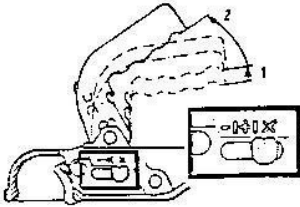

Fig. 1
3. El acople esférico abierto permite conectar o desconectar a la bola esférica del vehículo de tracción. En esta posición asegurada el indicador está en la marca "x" (ver Fig. 1).